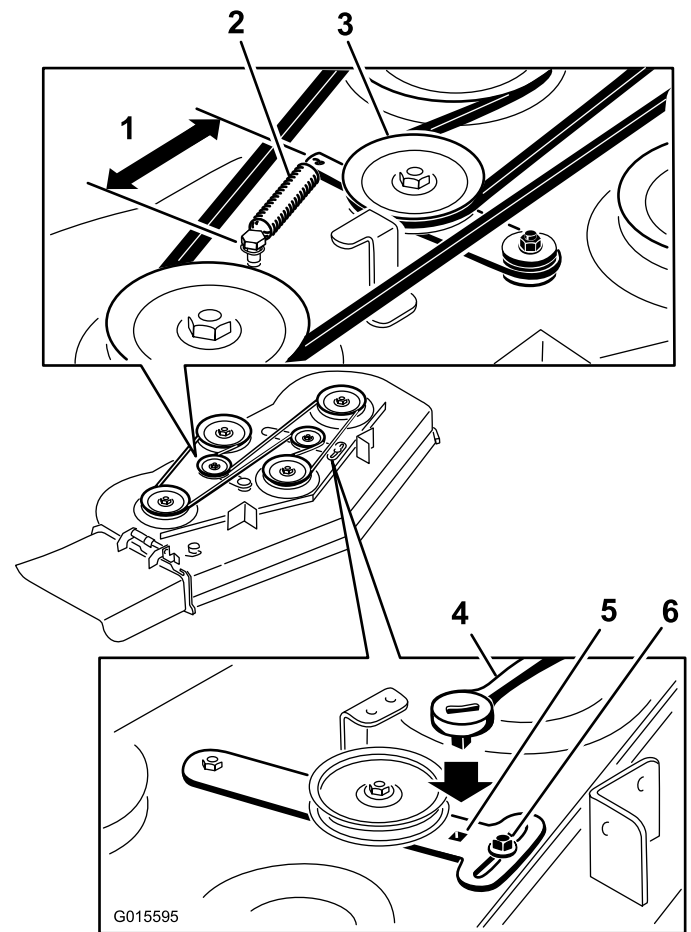

Figura 66
5. Retire la correa usada del cortacésped (Figura 66).
6. Instale la correa nueva del cortacésped alrededor de las poleas de la carcasa y la polea del embrague (Figura 66).
7. Utilizando la llave de carraca en el brazo tensor, apriete la polea tensora hasta que el muelle se extienda a una longitud de 165 cm de un gancho a otro (Figura 66).